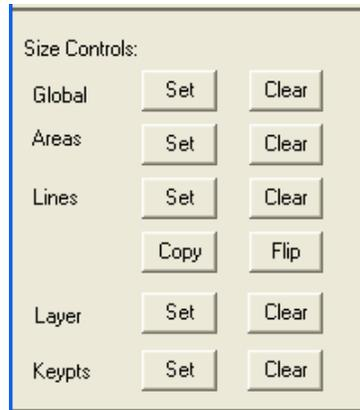

Рисунок 103. Третья сверху секция окна *MeshTool*
- Воспользуемся кнопкой *Set* с меткой *Lines* из третьей сверху секции диалогового окна *MeshTool* (Рисунок 103).